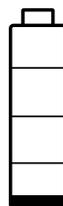

FIG. 3
- C Indicador da Bateria: Quando as baterias estão completamente carregadas, a figura da bateria aparece totalmente preenchida. À medida que a bateria se descarrega, a bateria aparece menos preenchida. Quando o símbolo de nível baixo de carga ilustrado na FIG. 3 for exibido, substitua as pilhas. Consulte Substituição das Pilhas, página 27.